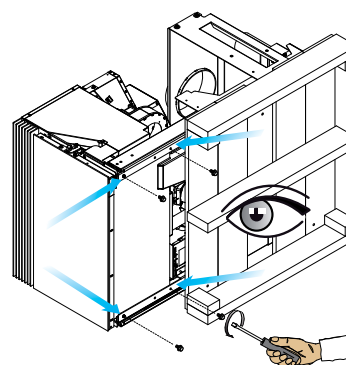

fig. 6.1.5
- 5) Dévisser les quatre boulons de fixation des rails placés sur le fond de la machine (Fig. 6.1.5).